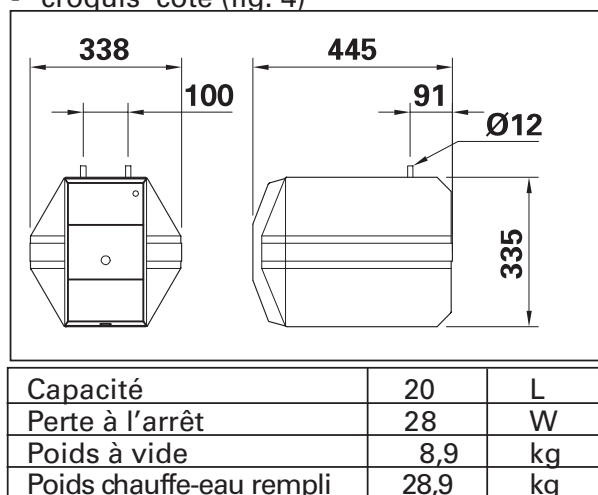

Fig. 4 Croquis coté
- croquis coté (fig. 4)
Déterminez l'emplacement du chauffe-eau, à l'aide des dimensions de l'appareil (fig. 4). A cet égard, tenez compte des aspects suivants :